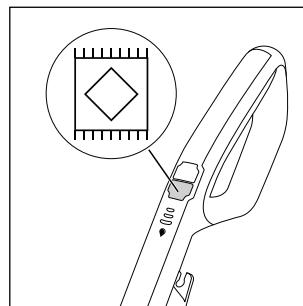

Abb. 17
- ◆ Um das Gerät einzuschalten, drücken Sie den Schalter Teppichboden  **13** (siehe Abb. 17). Die LED des Schalters Teppichboden  **13** leuchtet blau.
- Wenn Sie beim Reinigen von Teppichböden den Schalter Reinigungslösung ⑯ betätigen, wird im Vergleich zur Harffußbodenreinigung doppelt soviel Reinigungslösung auf die Bürstenrolle ⑥ gegeben.
- Um Teppichböden nach der Reinigung schneller trocknen zu lassen, fahren Sie mit dem Gerät mehrmals über den Teppich. Aktivieren Sie dabei nicht die Dauersprühfunktion und halten Sie den Schalter Reinigungslösung ⑯ nicht gedrückt.
- ◆ Drücken Sie zum Ausschalten des Gerätes erneut den Schalter Teppichboden ☒ ⑬ (s. Abb. 17).